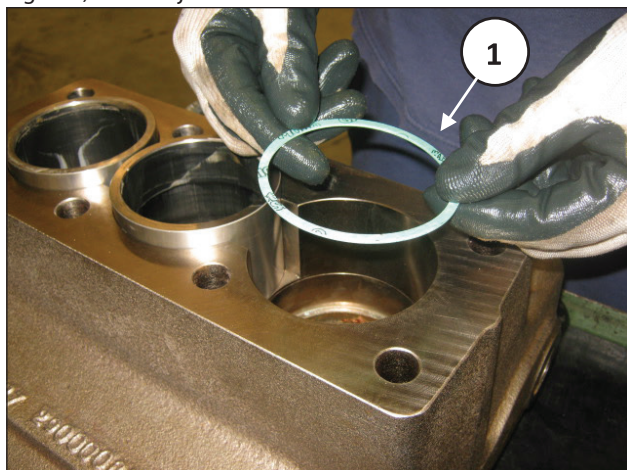
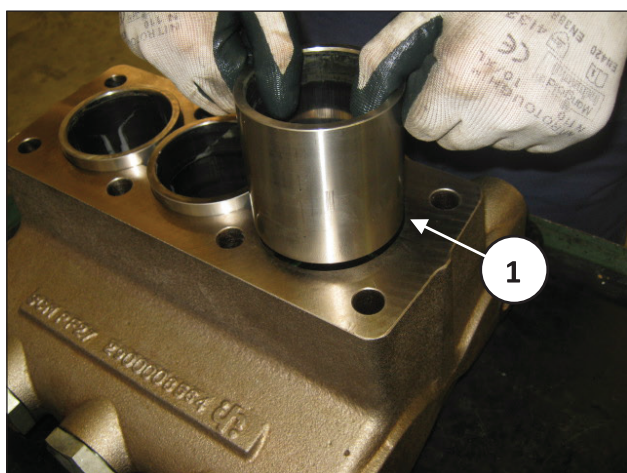

Fig. 139
Fig. 140
Introducir las juntas (pos. ①, Fig. 139) y los cilindros (pos. ①, Fig. 140) en el alojamiento del cilindro situado en la cabeza.